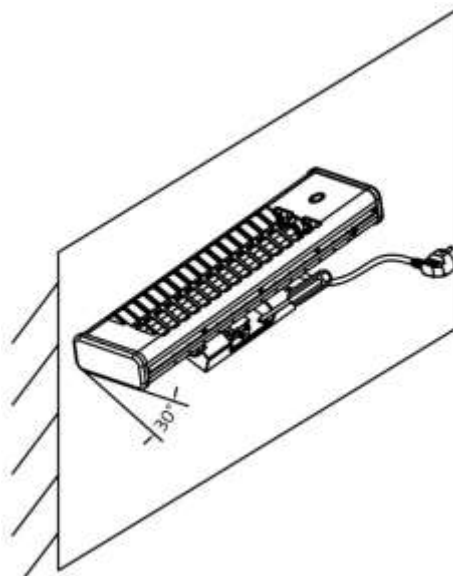

Rys. 4
3. Należy znaleźć najodpowiedniejszą pozycję, tak aby nie blokować dostępu do sznurka przełącznika i do samego przełącznika; jednocześnie zawsze muszą być zachowane bezpieczne odległości podane na rys. 3. W miejscu instalacji grzejnika na ścianie należy zaznaczyć otwory montażowe: odpowiednie odległości i wymiary podane są na rys. 4. Aby dokładniej wiercić otwory, w środku otworu należy zaznaczać krzyżyk. (Patrz rys. 4)